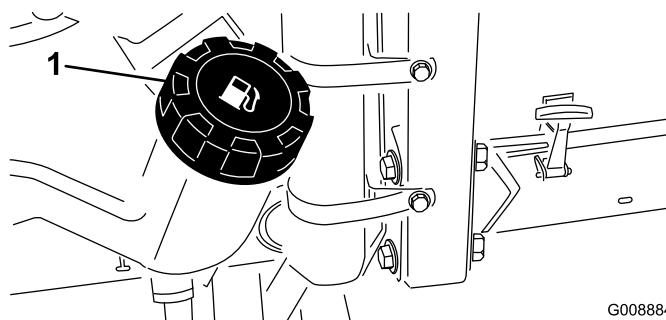

Figura 26
1. Limpie la zona alrededor del tapón del depósito de combustible (Figura 26).